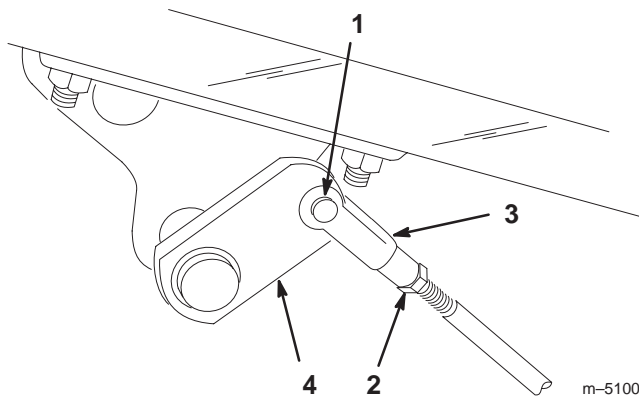

Bild 49
2. Klemmen Sie, wenn die Bremsen nicht gleichmäßig blockieren, die Bremsstangen ab, indem Sie den Splint und den Lastösenbolzen entfernen (Bild 49).
3. Lockern Sie die Klemmmutter und stellen den Lastösenbolzen entsprechend ein (Bild 49).
4. Bringen Sie den Lastösenbolzen am Bremsbügel an (Bild 49).